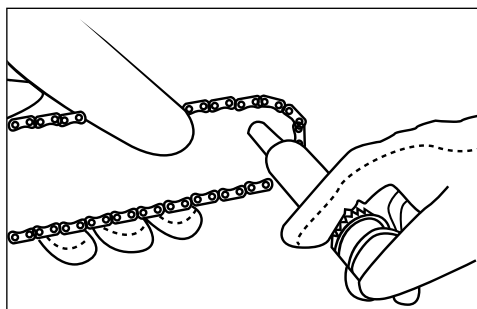

Рис. 15
3. Поместите иглообразную дюзу шприца в отверстие для смазки и вводите смазку до тех пор, пока она не появится на внешней кромке цепного зубчатого колеса шины (рис. 15).